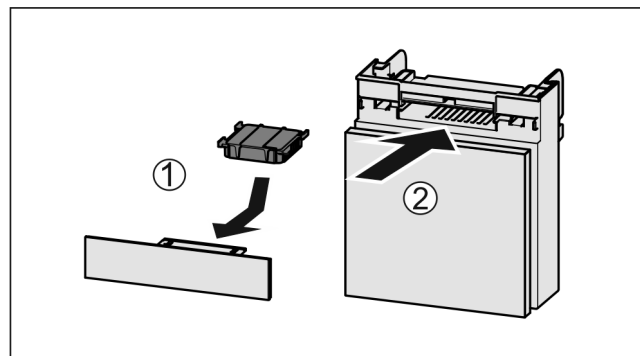

Fig. 103
- ▶ Sett inn Fig. 103 (1) aktivkullfilteret etter figuren.
- ▶ Skyv inn Fig. 103 (2) hyllen.